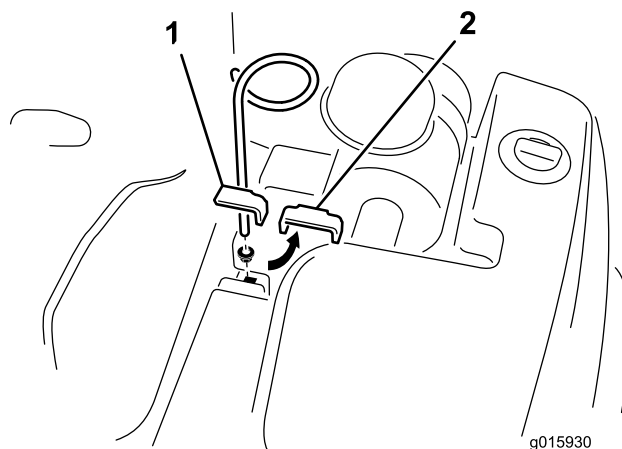

Bild 13
1. Entfernen Sie die Schraube, Scheibe und Mutter, mit denen die obere Hydraulikbehälterklemme am Rahmen befestigt ist (Bild 13). Entfernen Sie die Klemme, Schraube, Scheibe und Mutter und werfen sie weg.
2. Befestigen Sie die Schlauchführung mit der mitgelieferten Bundmutter. Positionieren Sie die Schlauchführung wie in Bild 13 dargestellt.